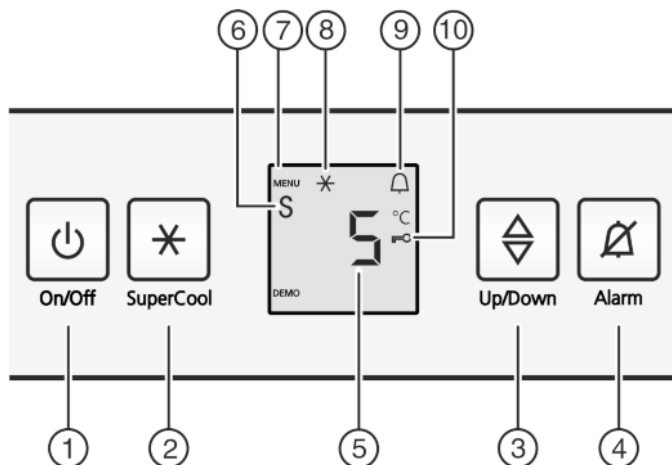

Fig. 2
- ▶ Нажать кнопку On/Off Fig. 2 (1).
- ▶ Активация режима настройки: удерживайте кнопку SuperCool Fig. 2 (2) прим. 5 с.
- ▷ Символ меню Fig. 2 (7) горит.
- ▶ С помощью клавиши настройки Fig. 2 (3) выберите с.
- ▶ Коротко нажимайте кнопку SuperCool Fig. 2 (2) для подтверждения.
- ▶ Для включения защиты от детей коротко нажмите клавишу SuperCool Fig. 2 (2).
- ▷ Символ "Защита от детей" Fig. 2 (10) горит. На индикации мигает с.
- ▶ Для выключения защиты от детей коротко нажмите клавишу SuperCool Fig. 2 (2).
- ▷ Символ защиты от детей Fig. 2 (10) гаснет. На индикации мигает с.
- ▶ Выход из режима настройки: нажмите кнопку On/Off Fig. 2 (1).
- ▶ Нажмите кнопку Alarm Fig. 2 (4).
- Активация режима настройки: удерживайте кнопку SuperCool Fig. 2 (2) прим. 5 с.
- ▷ Светится символ Меню Fig. 2 (7).
- Чтобы вызвать функцию режима Sabbath: нажмите и сразу отпустите кнопку SuperCool Fig. 2 (2).
- Для включения режима Sabbath нажмите и отпустите кнопку SuperFrost Fig. 2 (2).
- Для выключения режима Sabbath нажмите и отпустите кнопку SuperFrost Fig. 2 (2).
- Выход из режима настройки: Нажать кнопку On/Off Fig. 2 (1).
- ▷ На индикаторе температуры показывается символ режим Sabbath Fig. 2 (6) до тех пор, пока активен режим Sabbath.
- Активация модуля регулировки температуры: нажмите кнопку настройки Fig. 2 (3).
- Температуру меняйте ступенями по  $1^{\circ}\text{C}$ : нажимайте кнопку настройки Fig. 2 (3) до тех пор, пока на индикаторе температуры не будет высвечена требуемая температура.